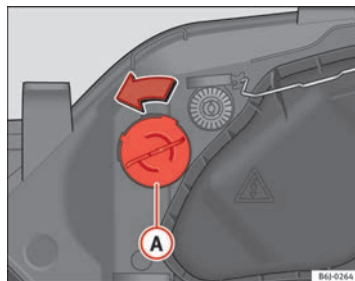

Abb. 157 Blinklicht
- Den Lampenträger ⇒ Abb. 157 Ⓐ nach links drehen und ziehen.